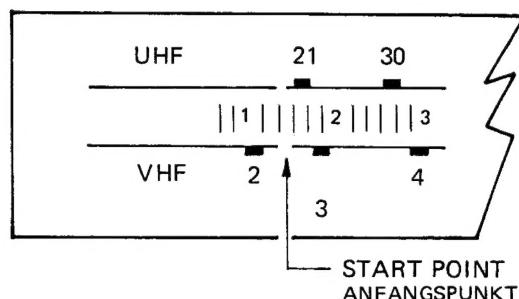

Fig. 12 Abb. 12
2. Turn the TV tuning and adjust indicator to start position as shown in Fig. 12.
2. Den Fernseh-Abstimm-und Einstellanziger auf Position Start stellen, wie in Abb. 12 gezeigt.